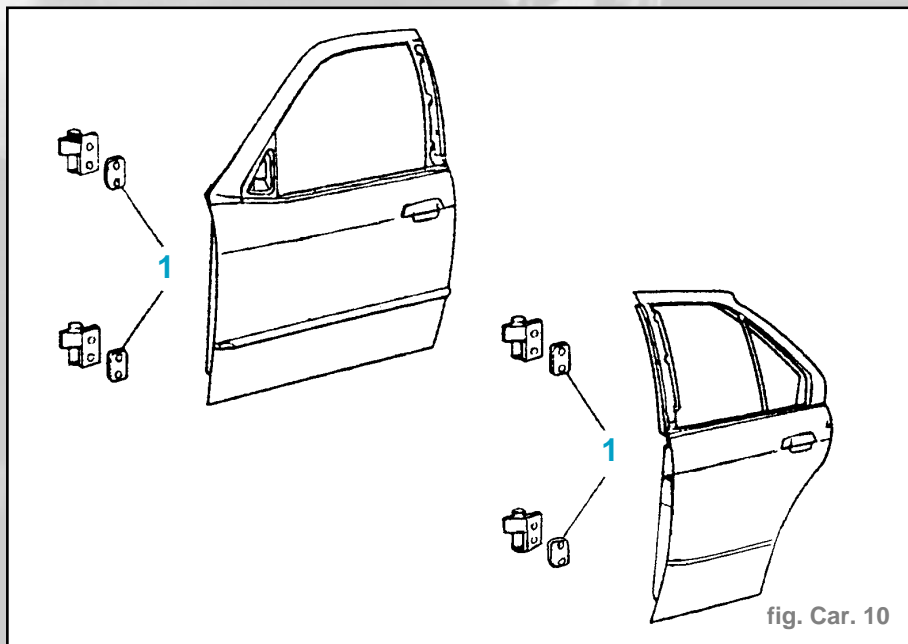

fig. Car. 10
- Lors du montage de portes neuves, intercaler des cales (1) entre la porte et la charnière (fig. Car. 10).
la charnière (fig. Car. 10).